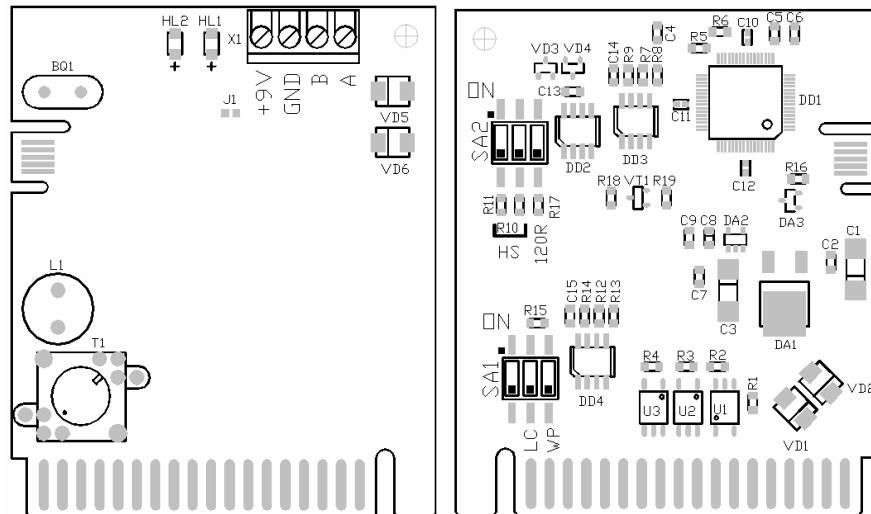

Рисунок 4.2. Лицевая и обратная сторона ПР RS485E.
- установите переключатель SA2-3 (см. Рисунок 4.2) в положение, соответствующее месту данного узла в линии связи интерфейса RS-485: положение "ON", если узел завершает линию; противоположное положение, если узел является промежуточным узлом линии. Остальные переключатели установите в соответствии с таблицей (Таблица 4.1) и требуемой задачей. Неиспользуемые переключатели должны быть установлены в положение «OFF»;